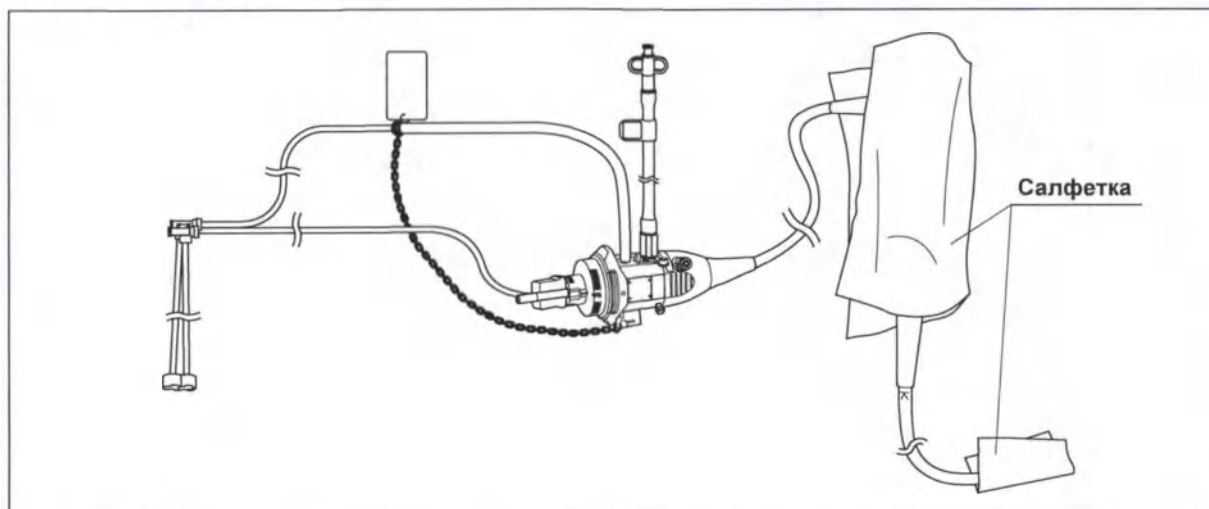

Рис. 5.70
- 4 Накройте дистальный конец и блок управления эндоскопа стерильной безворсовой салфеткой для предотвращения попадания брызг спирта из устьев каналов. (см. рис. 5.70)